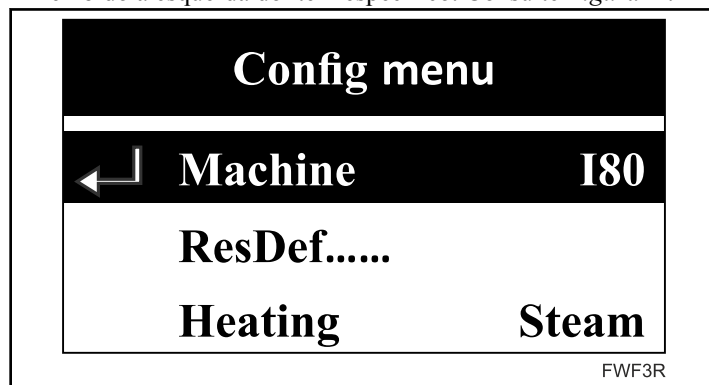

Figura 2
- Se o título de um símbolo for seguido por três pontos, existe um submenu disponível. Este submenu abre logo que ativar o item. O símbolo de três pontos também é usado para indicar ações; a execução das mesmas tem de ser confirmada. Outros valores de itens podem ser alterados após a sua ativação. Esta opção é indicada por um símbolo de seta angular intermitente exibido à esquerda do item específico. Consulte *Figura 2*.
Itens tipo lista (consulte *Figura 2*)